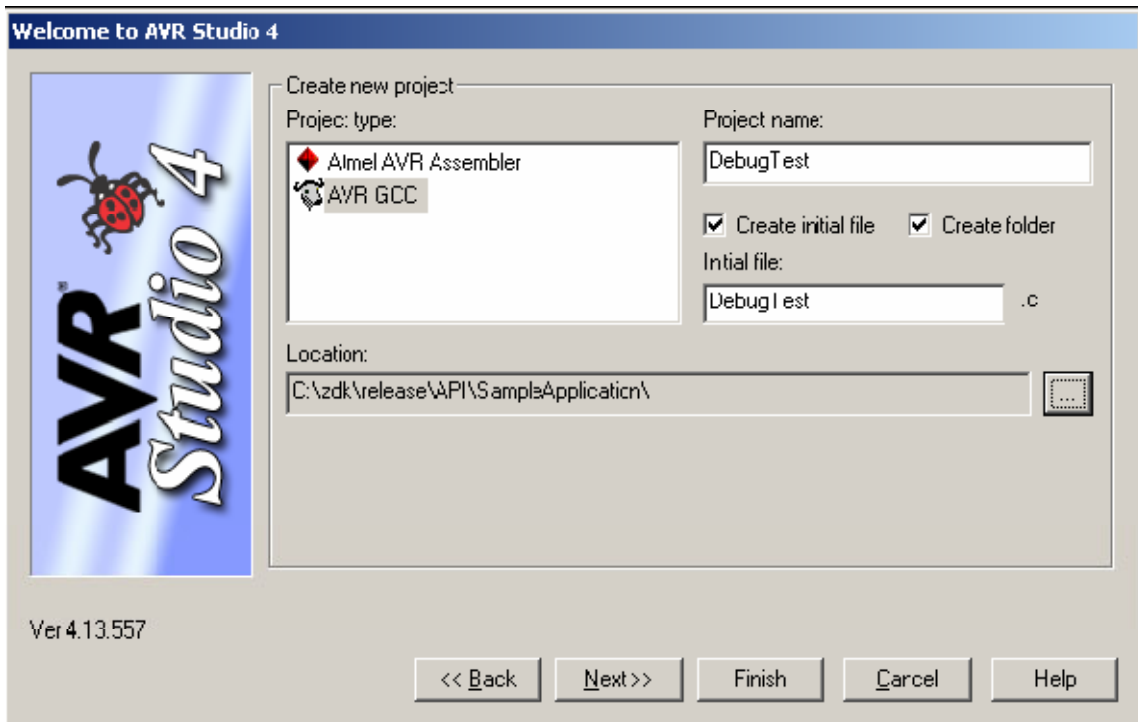

Figura 2: Creando un nuevo proyecto
3. En la ventana que aparece a continuación (ver Figura 2), seleccione `AVR GCC` en `Project type`, e introduzca el nombre del proyecto en `Project name`. Para crear automáticamente un archivo fuente inicial, seleccione la casilla `Create initial file` e introduzca un nombre para el archivo (sin extensión) en `Initial file`. Para crear una carpeta con el nombre del proyecto seleccione la casilla `Create folder`. Finalmente, presione el botón `[]` junto a `Location` y seleccione un directorio para su proyecto. Presione `Next >>` para continuar a la siguiente pantalla.